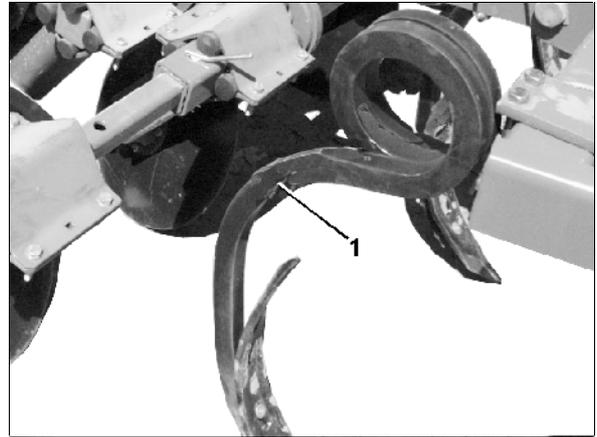

Fig. 11
- **Dientes de acero cuadrado (Fig. 11/1)**